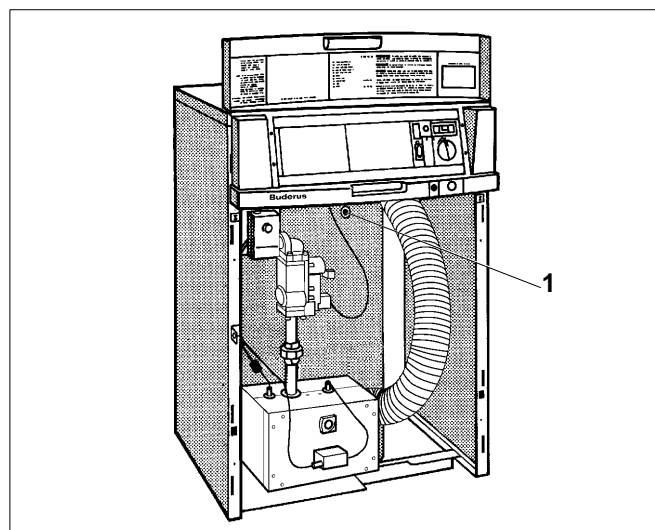

Fig. 14 Point de mesure
- Amener le câble de sonde de température de l'eau de chaudière vers l'avant en direction du doigt de gant (fig. 14, **pos. 1**) en ne déroulant que la longueur nécessaire.